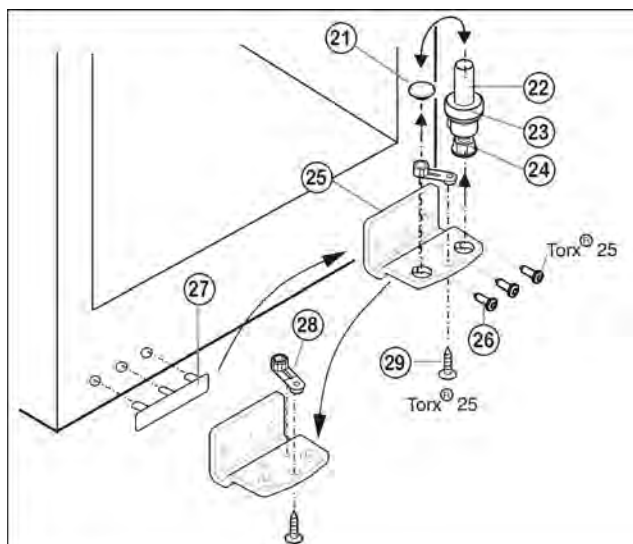

Fig. 5
- ▶ Trzpień zawiasu Fig. 5 (22) kompletny, z podkładką Fig. 5 (23) i nóżką Fig. 5 (24), wyciągnąć do góry.
- ▶ Unieść zatyczki Fig. 5 (21).
- ▶ Odkręcić Fig. 5 (25) płytkę zawiasu Fig. 5 (26).
- ▶ Odkręcić element zawiasu Fig. 5 (28), przełożyć do przeciwnego otworu zawiasu i tam dokręcić.
- ▶ Zdjąć i przełożyć osłonkę po stronie uchwytu Fig. 5 (27) na przeciwną stronę.
- ▶ Przykręcić mocno płytkę zawiasu Fig. 5 (25) na nowej stronie (z siłą 4 Nm), w razie potrzeby za pomocą wkrętarki akumulatorowej.
- ▶ Zatyczki Fig. 5 (21) ponownie włożyć do innego otworu.
- ▶ Trzpień zawiasu Fig. 5 (22) kompletny, z podkładką i nóżką włożyć ponownie. Przy tym zwrócić uwagę, by krzywka zatrzaskowa wskazywała do tyłu.
- ▶ Założyć drzwi od góry na dolny sworzeń zawiasu Fig. 5 (22).
- ▶ Korzystając ew. z obu podłużnych otworów w dolnej płytce zawiasu Fig. 5 (25) ustawić drzwi w jednej linii z obudową urządzenia. W tym celu wykręcić środkową śrubę.